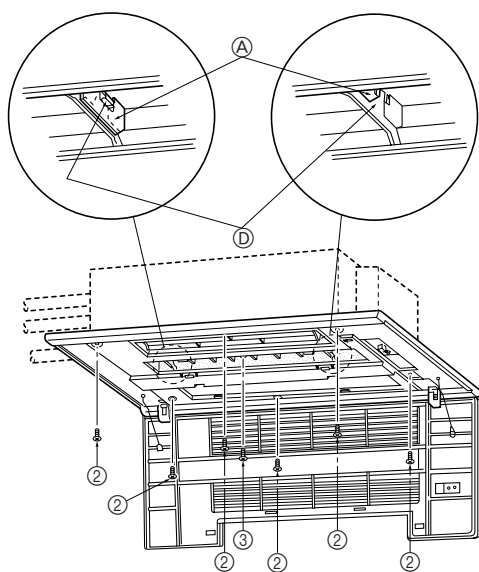
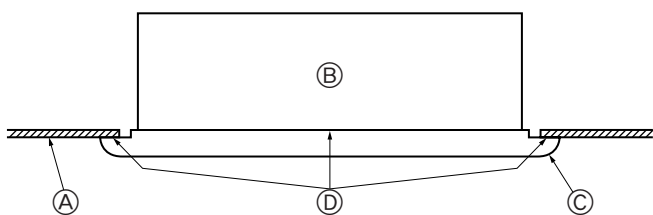

Fig. 5-5
Fig. 5-6
- Ajuste o painel dianteiro de modo a que este encaixe devidamente entre o tecto e o muro, monte os parafusos de segurança ② (fornecido com esta grelha) nas quatro posições à esquerda e à direita, deixe os parafusos ligeiramente soltos. (Fig. 5-5)
- A seguir aperte os parafusos de fixação ② e fixe os parafusos ③ nos três lugares centrais.
- Finalmente aperte os parafusos de fixação ② nos quatro lugares à esquerda e à direita.
- Neste momento, certifique-se de que não existem folgas entre a unidade interna e o painel dianteiro, e entre o painel dianteiro e a superfície do tecto. Se existirem folgas, o vento pode entrar o que pode fazer com que comece água a pingar (Fig. 5-6).
- \* Aperte completamente os parafusos de fixação ② e os parafusos de fixação ③.